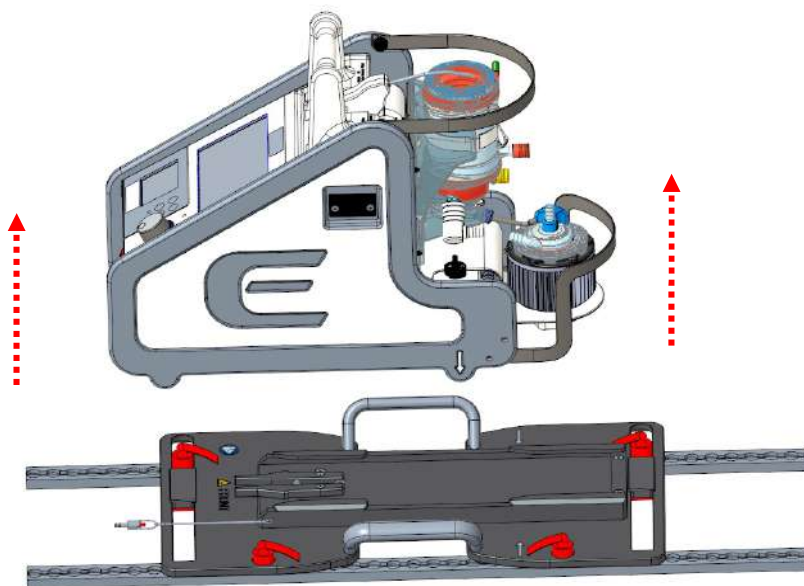

Рисунок 14
- 4) Теперь можно полностью снять **консоль ECMOLIFE** с **пластинодержателя ECMOLIFE для автомобиля скорой помощи**, подняв консоль ECMOLIFE вверх (рисунок 14).